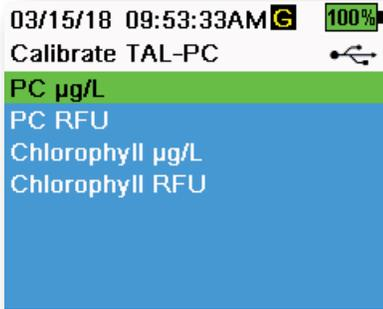
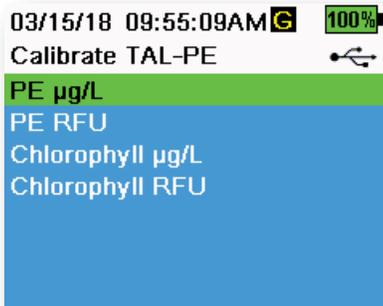

図55 TAL-PC校正オプション
図56 TAL-PE校正オプション
3. 校正するチャンネルおよび単位を選択します。TAL-PC センサーのオプションは 図55 に、TAL-PE センサーのオプションは 図56 にそれぞれ表示されています。